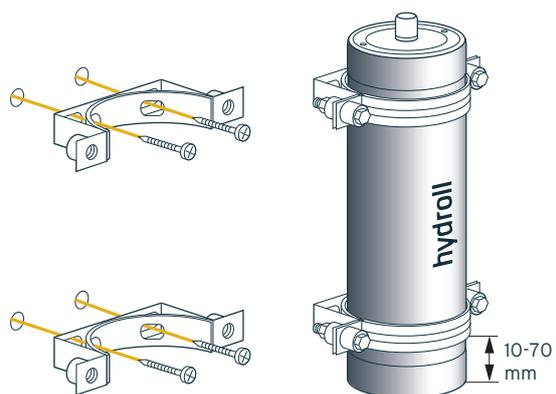

ABBILDUNG 5.3
7. Den Druckspeicher mit den vom Hersteller mitgelieferten Klemmen gemäß Abbildung 5.3 anbringen.